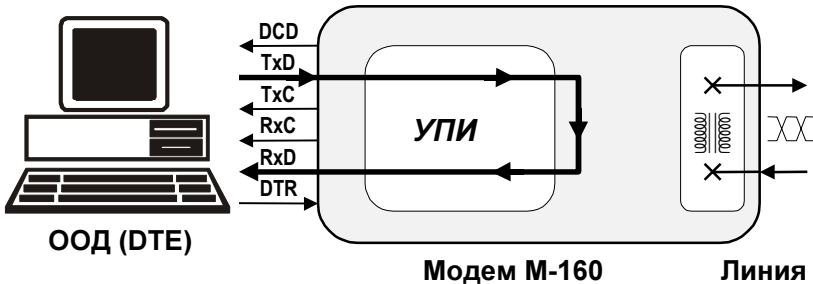

Рис. 12. Проверка в режиме *Местный шлейф* (LL)
Работа модема в режиме *Местный шлейф* (LL) показана на Рис. 12. Данные, поступающие в модем из ООД (ДТЕ) через УПИ, проходят через основные узлы модема (см. Рис. 2) и возвращаются в ООД (ДТЕ). На время проверки модем автоматически отключается от физической линии.